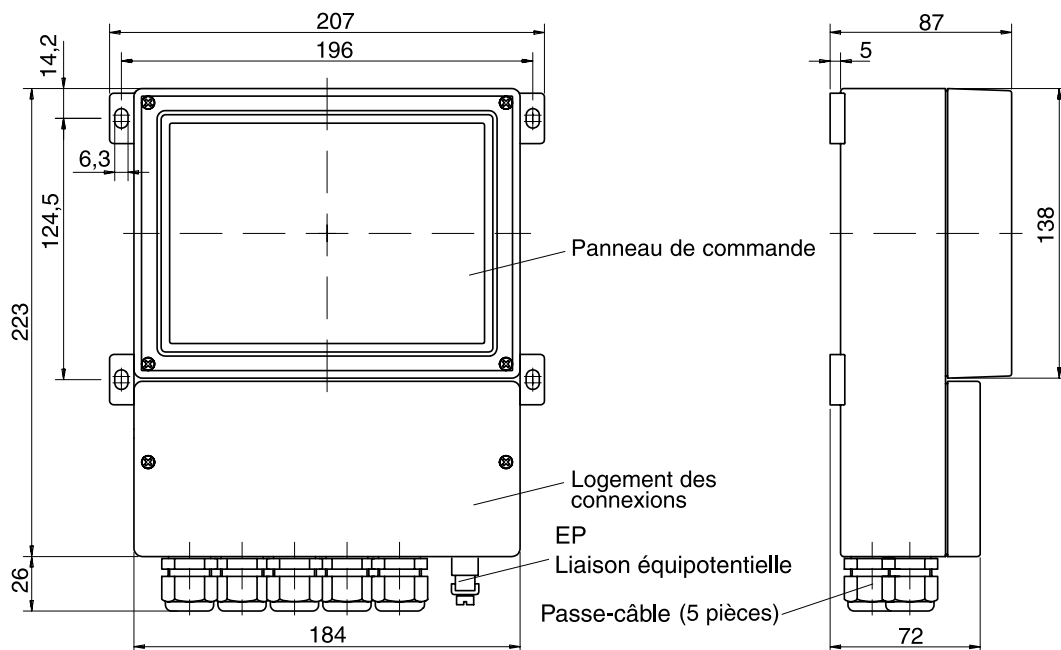
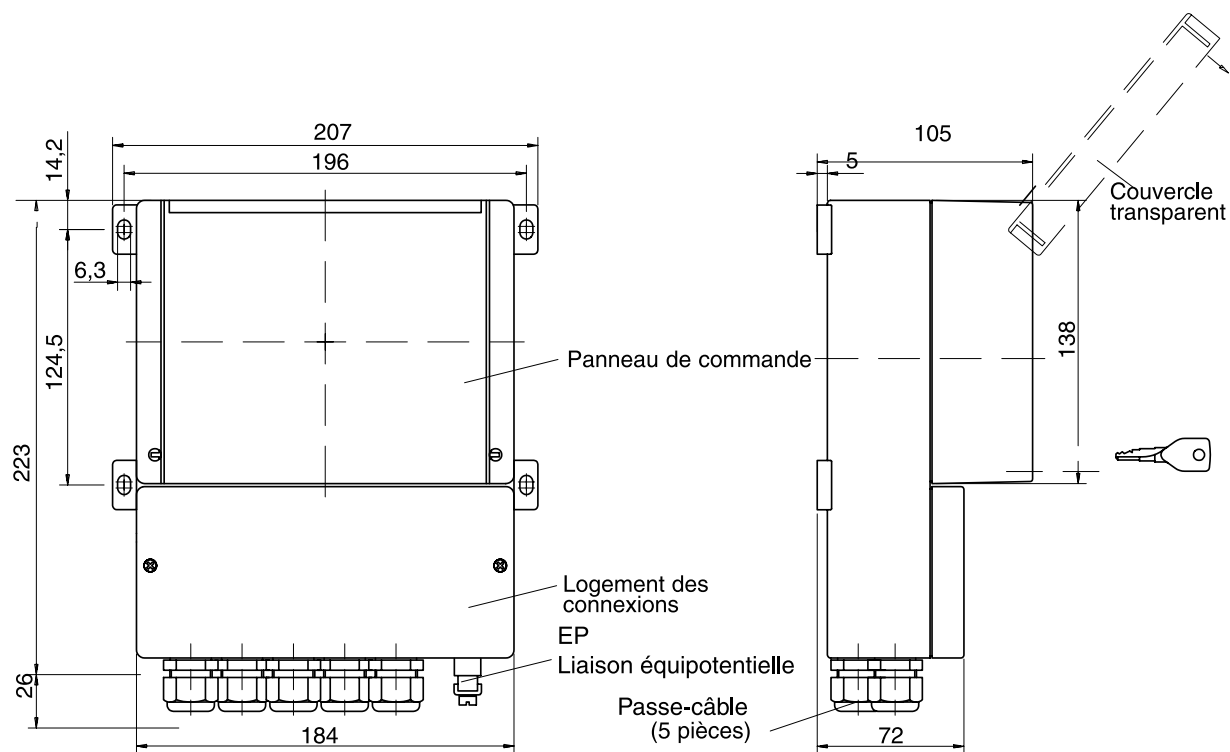

Fig. 1-1 Dessin coté Process Unit 77 (X) LFI
Fig. 1-5 Appareil avec couvercle verrouillable (option 432)
- Le boîtier résistant aux intempéries autorise un montage mural direct, dessin coté voir Fig. 1-1.
Voir Fig. 1-1 et Fig. 1-5 en page 1-2 et suivantes